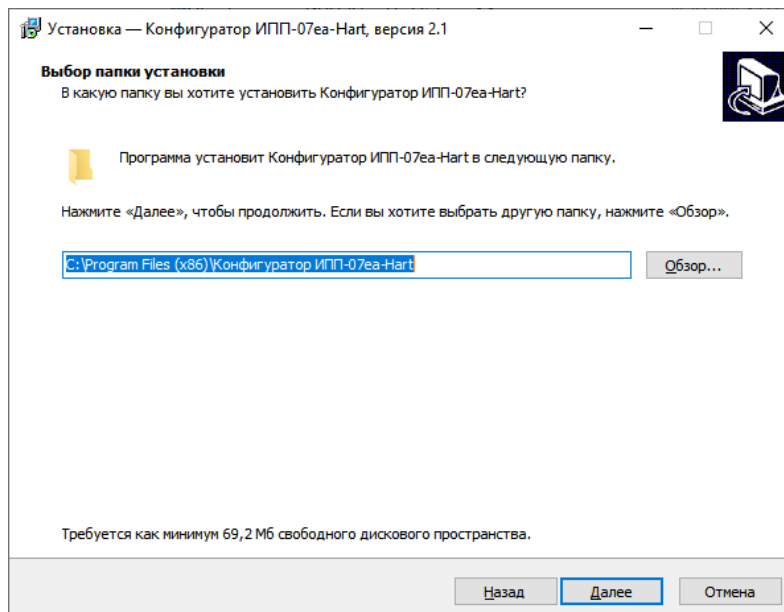

Рисунок 1.2 – Окно «Выбор папки установки»
2) В окне «Выбор папки установки» (Рисунок 1.2) необходимо выбрать путь установки ПО «Конфигуратор ИПП-07ex-Hart» нажав кнопку «Обзор». После необходимо нажать кнопку «Далее». По умолчанию установлен путь: «C:\Program Files (x86)\Конфигуратор ИПП-07ex-Hart».